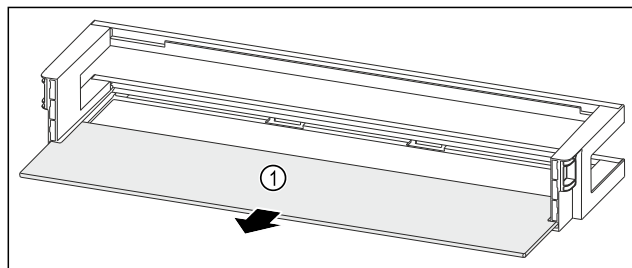

Fig. 145 Vratna polica z odlagalno polico
- Odstranite polico za odlaganje Fig. 145 (1).